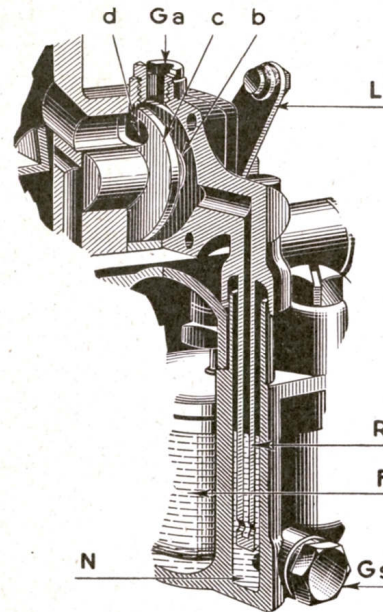

Fig. 26. — Le starter.
Le starter SOLEX comporte deux éléments de réglages : le gicleur d'essence (Gs) et le gicleur d'air (Ga) (voir fig. 26). Le gicleur d'essence (Gs) alimente une capacité (N) qui est à l'air libre et dans laquelle vient plonger un tube (R). Lorsque le starter est en circuit, la dépression du moteur s'exerce par la chambre (b) et le tube (R) sur la réserve contenue dans la capacité (N), mais elle est sans action sur le débit du gicleur (Gs) qui reste constant.
Dans ce cas, la mise en circuit et la fermeture du starter s'obtient en faisant tourner une plaque appelée glace de starter (c) fig. 26. Cette rotation est commandée par une tirette placée sur la planche de bord et manœuvrable au gré du conducteur. Avec le starter simple, la tirette doit être tirée à fond ou fermée complètement et il ne faut jamais utiliser les positions intermédiaires.